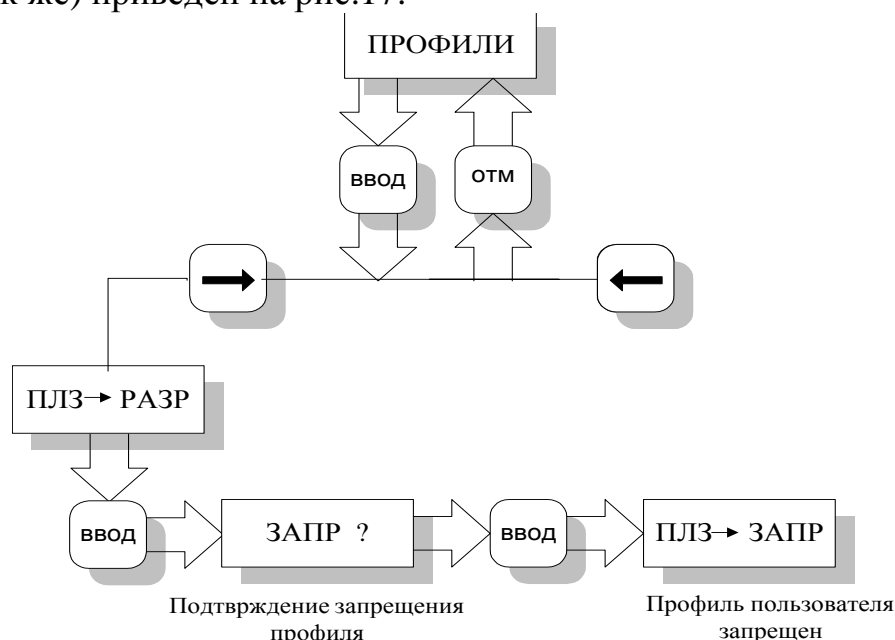

Рис. 17
1.1.1.1.6. Пример запрещения профиля пользователя (разрешение производится так же) приведен на рис.17.